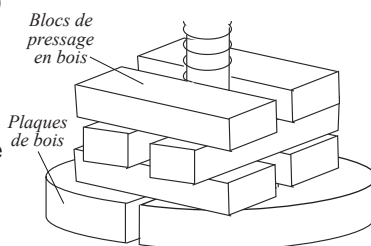

FIGURE 7
4. Continuer à ajouter des ensembles de blocs (chaque ensemble placé perpendiculairement à l'ensemble précédent) jusqu'à ce que les blocs soient plus élevés que le panier (**FIGURE 7**).